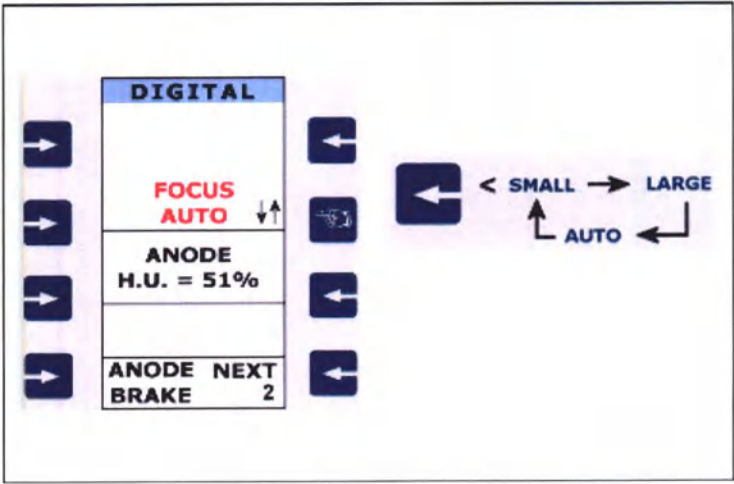

Рисунок 1.38 - Выбор фокусного пятна
- нажимайте клавишу NEXT на графическом экране до тех пор, пока меню выбора фокусного пятна не отобразится на дисплее (Рисунок 1.38);